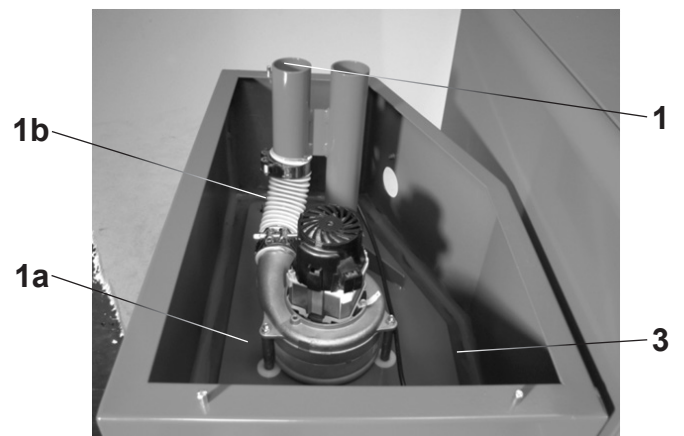

Bild 14
1. Flügelmuttern lösen, Förderschläuche (1, Bild 14) und Saugmodul (1a, Bild 14) ausbauen. Schlauch auf Risse prüfen (1b, Bild 14).
3. Dichtung Saugmodul-Pelletsbox (3, Bild 14) kontrollieren und reinigen.
7. Das Dichtprofil (3, Bild 14) darf bei Wiedermontage nicht zu stark zusammengedrückt werden, die Flügelmuttern nur handfest anziehen.